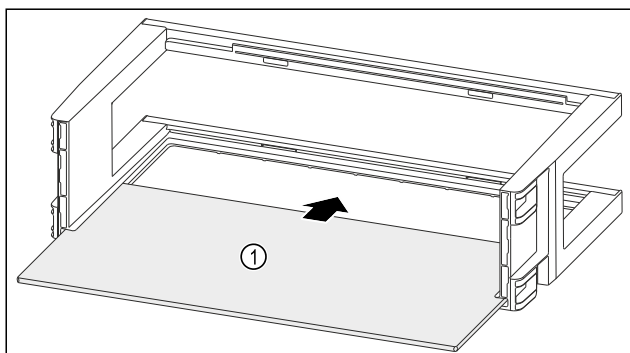

Fig. 111
- Draagplateau Fig. 111 (1) in de zijdelingse inkepingen schuiven.